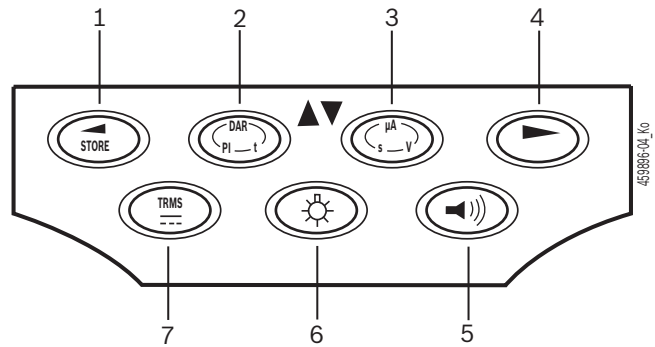

Fig. 3: Tasti funzione FSA 050
La retroilluminazione del display LCD può essere selezionata con l'FSA 050 inserito (fig. 3, pos. 6).
Il cicalino acustico (fig. 3, pos. 5) può essere inserito per la misurazione della continuità. Il simbolo viene visualizzato sullo schermo LCD (fig. 5, pos. 4).
Durante una comunicazione Bluetooth, dopo aver premuto il tasto di selezione ► (Fig. 3, Pos. 4) si apre **bt** per ca. un secondo sul display LCD (Fig. 5, Pos. 2).